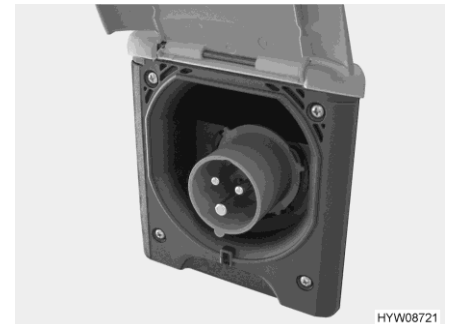

Bild 44 230 V-anslutning på fordonet (CEE-uttag)
- Öppna höljet på 230 V-anslutningen i fordonet (Bild 44) och stick in stickkopplingen. Kontrollera så att låsklacken i den fjäderspända klapplocket är ikopplad.